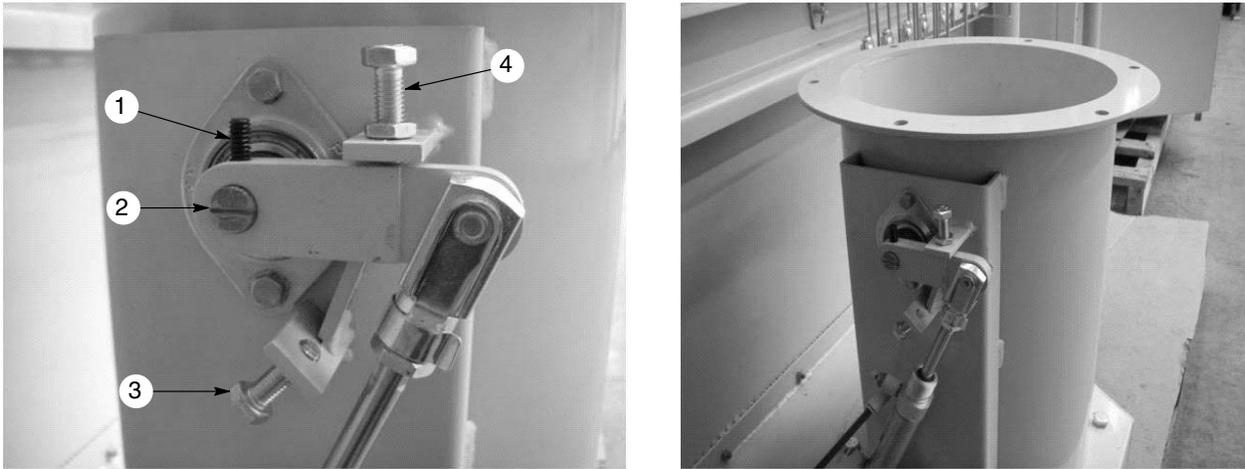

Figura 3-22 Ajuste de tajadera, posición de flujo bajo ajustado de fábrica
Ver la figura 3-22. La tajadera está equipada con paradas ajustables para ajustes de flujo alto y bajo (3, 4). Esto detiene el límite de movimiento del brazo de la grúa adjunta a la válvula mariposa.
La figura 3-22 muestra la tajadera en el flujo bajo de fábrica, o en posición cerrada. La posición de la válvula de mariposa la indica la marca del indicador (2), que se muestra en la posición horizontal.